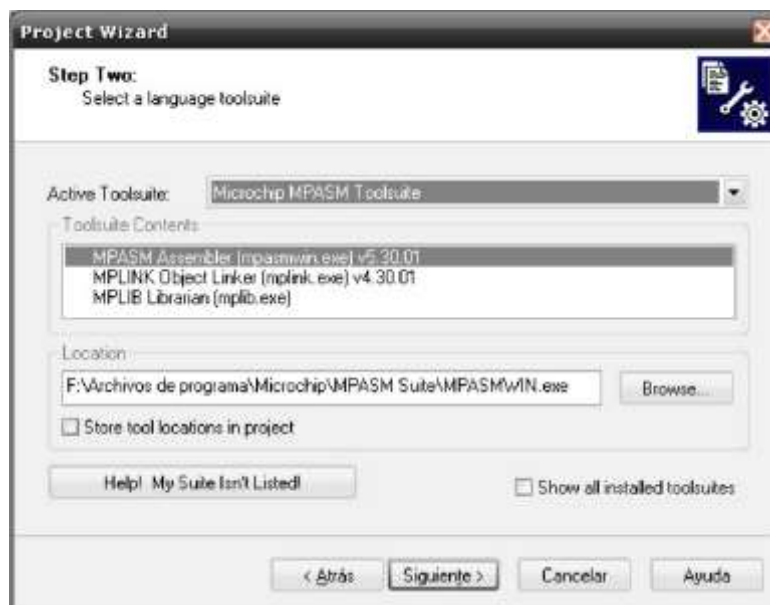

Figura 1: Cuadro de selección de herramientas de desarrollo.
4. En el cuadro de dialogo de selección de herramientas de desarrollo (figura 1), asegúrese de usar el conjunto de programas del MPASM (Microchip MPASM toolsuite). Verifique también que las herramientas tengan sus rutas configuradas en cada una de las 3 categorías que aparecen (MPASM, MPLINK y MPLIB). Si los programas no se encuentran o las rutas están en blanco, consulte a su instructor para que le ayude a reconfigurarlas. Deje la casilla “Store tool locations in Project” en blanco.